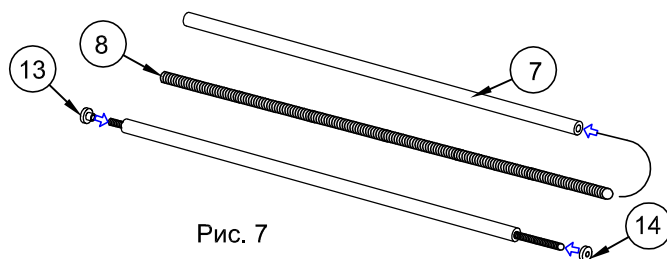

Рис. 7
4.1. Вставьте шпильку №8 в середину штанги №7. С другого края накрутить втулку №13 чтобы шпилька выходила до 2 мм. Втулку вставить в штангу. 3 переднего края на шпильку одеть шайбу №14 и одну прокладку до упора (рис.7).